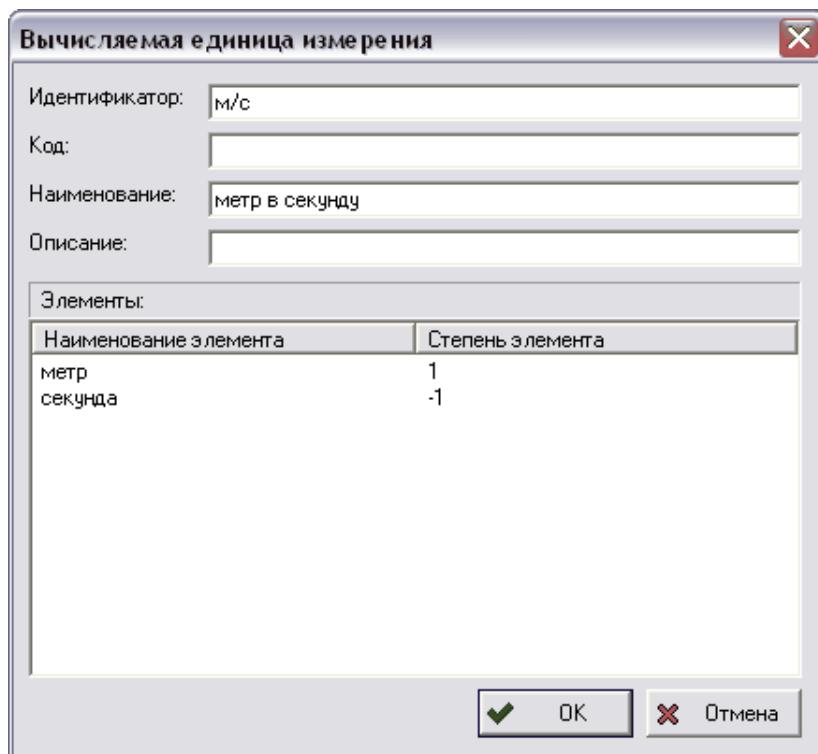
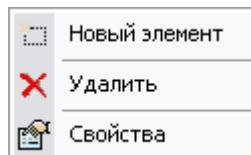

Рис. 69 Новая вычисляемая единица измерения
Рис. 70
Диалоговое окно **Вычисляемая единица измерения** содержит список **Элементы** - составляющие единицы измерения (Рис. 69). Для работы с элементами используйте контекстное меню, вызываемое щелчком правой кнопки мыши в окне **Элементы** (Рис. 70).
2. Выберите в контекстном меню пункт **Свойства** (Рис. 70).
1. Выберите в контекстном меню пункт **Новый элемент** (Рис. 70).